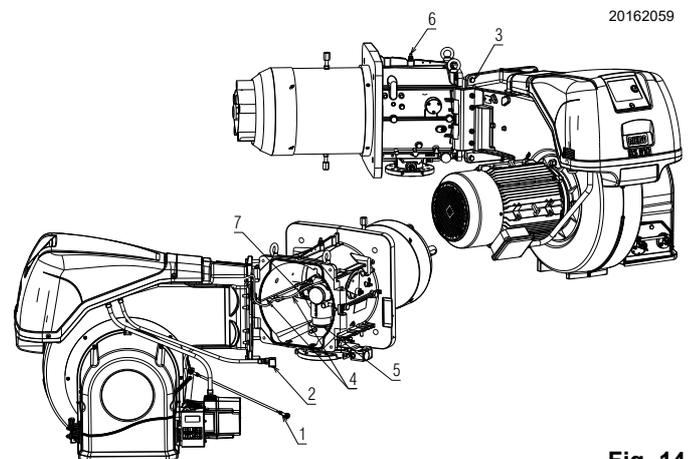

Fig. 14
- Ouvrir le brûleur sur la charnière comme la Fig. 14 le montre.